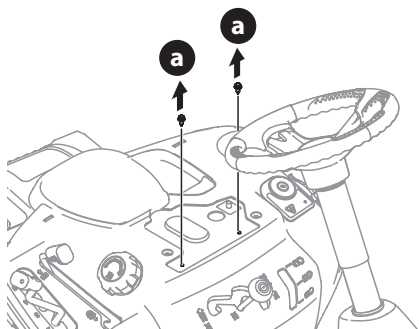

Figure 8
2. Retirez les deux vis autotaraudeuses (a) installées en usine sur la tondeuse à siège (Figure 8).